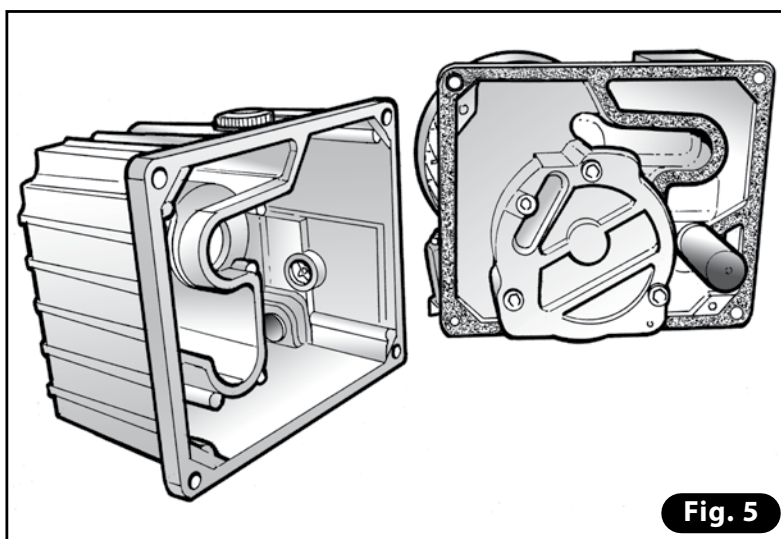

Fig. 5
- 4) Limpie cuidadosamente todas las partes del depósito utilizando un paño empapado en aceite, que deberá ser del mismo tipo utilizado en la bomba (**Fig. 5**).